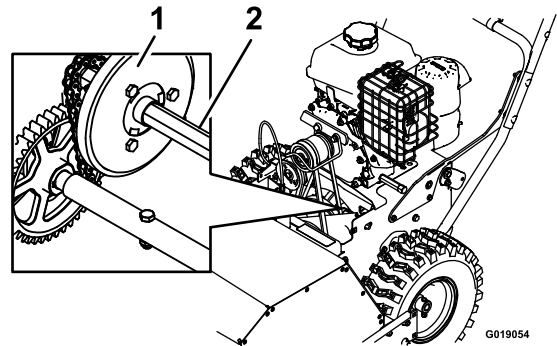

Figure 20
4. Trempez un long pinceau effilé propre dans de l'huile moteur et graissez légèrement l'arbre hexagonal (Figure 20).
Important: Veillez à ne pas faire couler d'huile sur la roue en caoutchouc ou le plateau d'entraînement à friction en aluminium, sinon la transmission patinera (Figure 20).